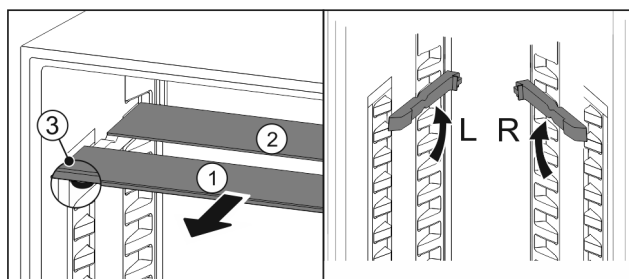

Fig. 198
- Τραβήξτε έξω τα γυάλινα ράφια μεμονωμένα προς τα εμπρός Fig. 198 (1).
- Το γυάλινο ράφι Fig. 198 (1) με το διακοσμητικό προφίλ είναι μπροστά.
- Τα στοπ Fig. 198 (3) δείχνουν προς τα κάτω.